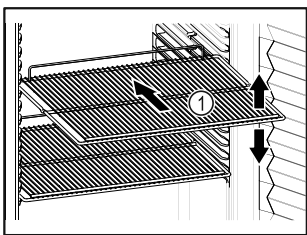

Fig. 20 Примерно изображение
- Ако стелажите за съхранение Fig. 20 (1) могат да се местят, регулирайте ги според височината.